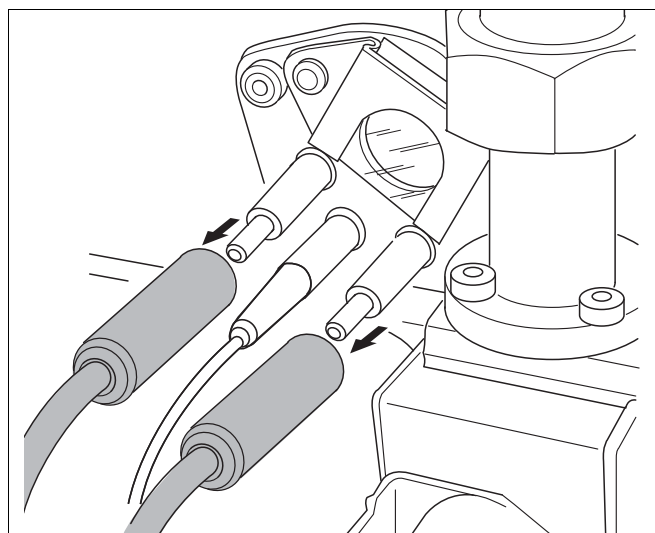

Рис. 45 Отсоедините запальные провода от блока электродов
- Отсоедините запальные провода от блока электродов (рис. 45).
- Подключите запальные провода к блоку электродов (рис. 45, стр. 45).